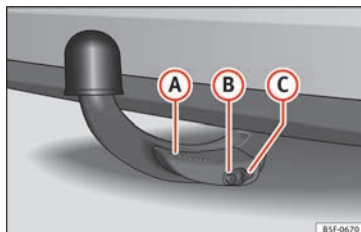

Fig. 227 Bola desmontable fijada correctamente
- La palanca (A) » fig. 227 está totalmente levantada.
- El perno de desbloqueo (B) » fig. 227 sobresale completamente (su parte roja y verde es visible).
- La tapa (C) » fig. 227 está colocada sobre la cerradura.